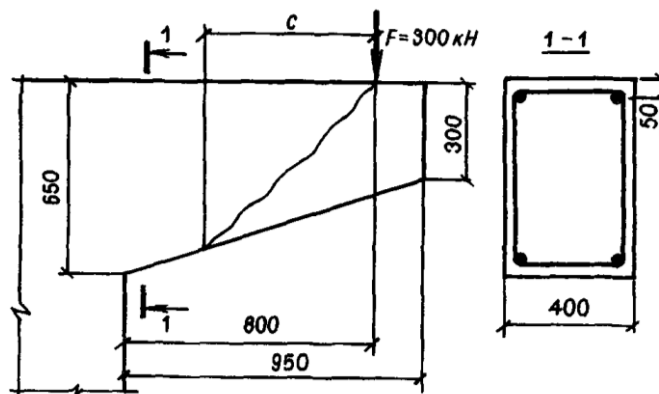

Рис. 1. Консоль
2. Консоль размерами (см. рис. 1) нагружена сосредоточенной силой  $F = 300$  кН, расположенной на расстоянии  $0,8$  м от опоры; бетон тяжелый класса В15 ( $R_{bt} = 0,67$  МПа при  $\gamma_{b2} = 0,9$ ); хомуты двухветвевые диаметром  $8$  мм ( $A_{sw} = 101$  мм2) из арматуры класса А-I ( $R_{sw} = 175$  МПа), шагом  $s = 200$  мм. Проверить прочность наклонных сечений по поперечной силе.